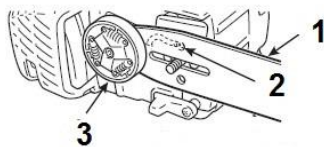

Fig. 23
- Pulire la scanalatura della barra (Fig. 23-①) con un cacciavite piccolo.
- Pulire il foro dell'olio (Fig. 23-②) con un filo d'acciaio.
- Controllare l'ingranaggio (Fig. 23-③) e pulire l'area di montaggio della barra prima di rimontarla o sostituirla.
2. I condotti dell'olio della motosega e il foro dell'olio (Fig. 23-②) sulla barra sono ostruiti	2. Pulirli e liberarli dalle ostruzioni